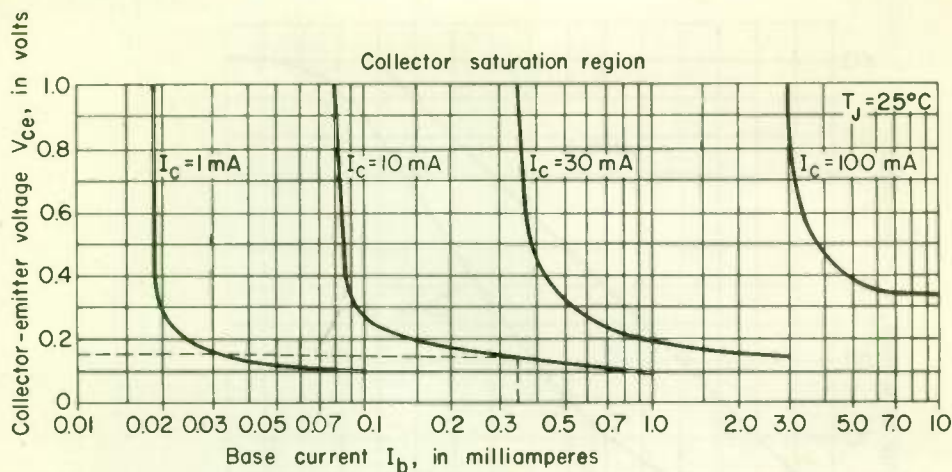

Fig. 18
10. 10 . . . Refer to Fig. 18. 11. 100